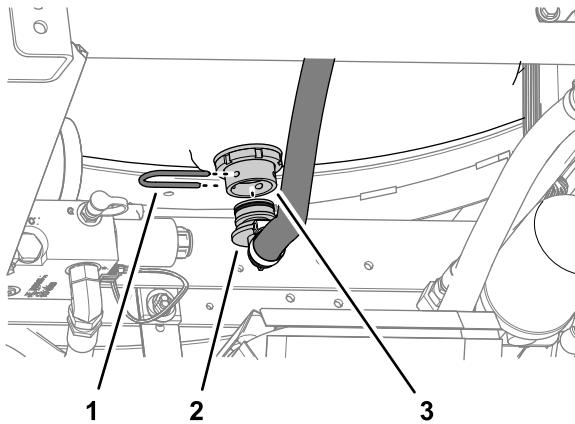

**Figura 2**
1. En la parte superior del depósito de fumigación, retire la horquilla de retención que sujeta el acoplamiento dentado de 90° de la manguera de aspiración al alojamiento del filtro de aspiración y separe el acoplamiento dentado del alojamiento (Figura 2).
2. Retire el acoplamiento de 90° del alojamiento del filtro de aspiración (**Figura 2**).